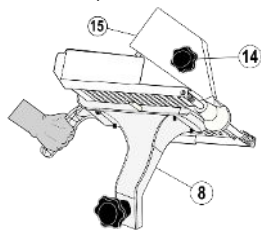

FIG 5. USO DEL CARRO
3. Presione hacia abajo el pisón (15) utilizando su perilla (14) para fijar el producto. Puede utilizar esta perilla para deslizar el carro (4) hacia adelante y hacia atrás o usar la manija del porta-carro (Fig. 5).
4. Mueva el carro completamente hacia atrás, y seleccione el espesor deseado de rebanada usando la perilla de regulador (6).